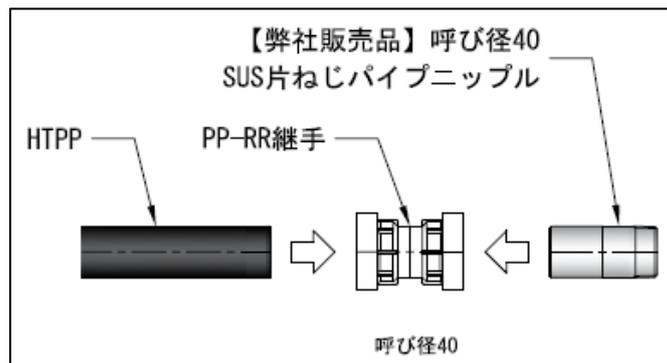

図 7 : 呼び径 40 の SUS めねじ管との接続
- ・SUS 片ねじ管の呼び径 40 のみ、HTPP-RR 継手との接合はできません。呼び径 40 の SUS 片ねじ管は弊社専用品を使用してください。(図 7) 【呼び径 40 のみ、SUS 管と HTPP パイプの外径が異なります】